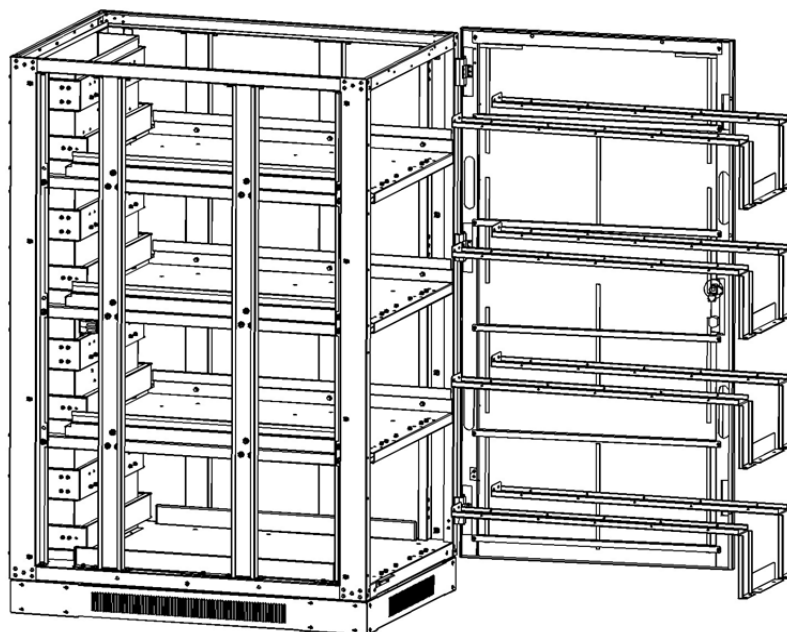

Figure 5-30
3. Retirer toutes les vis du support de rétention des batteries, puis retirer les supports de rétention (Figure 5-30).